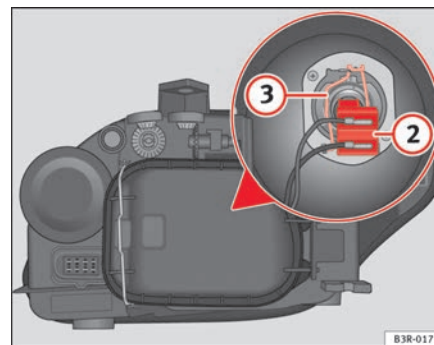

Fig. 194 Anabbaglianti
- Estrarre il connettore ⇒ fig. 194 ② della lampada tirandolo.
- Sganciare la molla di ritegno ⇒ fig. 194 ③ premendo verso l'interno e a destra.